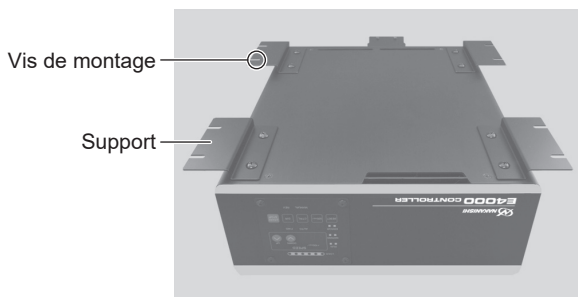
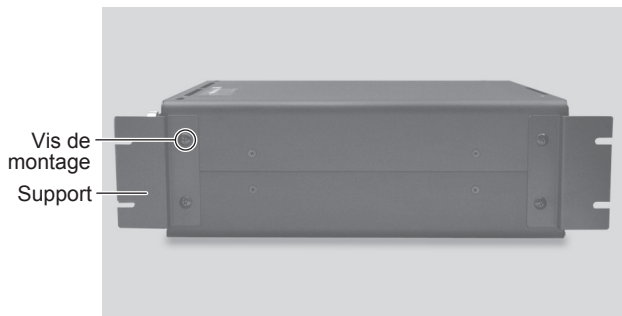

Fig. 10
Fig. 12
- Les brides de montage peuvent être installées en "(1) montage par le bas (Fig. 10, 11)" et "(2) montage surface latérale (Fig. 12, 13)" du **BOÎTIER DE CONTRÔLE**.
- ② Installez les brides de montage (4 pcs) sur la surface inférieure du **BOÎTIER DE CONTRÔLE** en utilisant les vis de montage retirées précédemment (8 pcs) (Fig. 10).
- ② Installez les brides de montage (2 pcs) sur le côté du BOÎTIER DE CONTRÔLE en utilisant les vis de montage retirées précédemment (4 pcs) (Fig. 12).